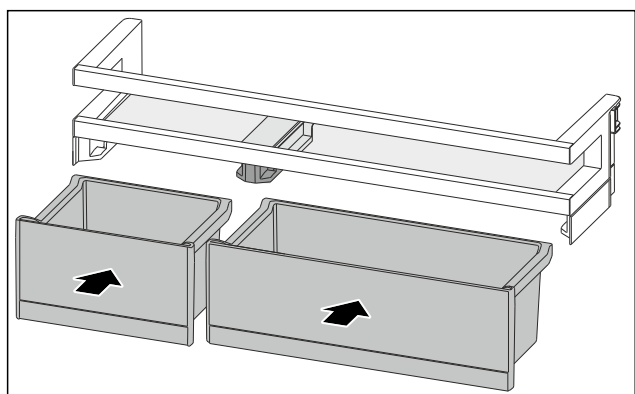

Fig. 143
- VarioBoxy vložte v opačném pořadí. (viz Fig. 143)